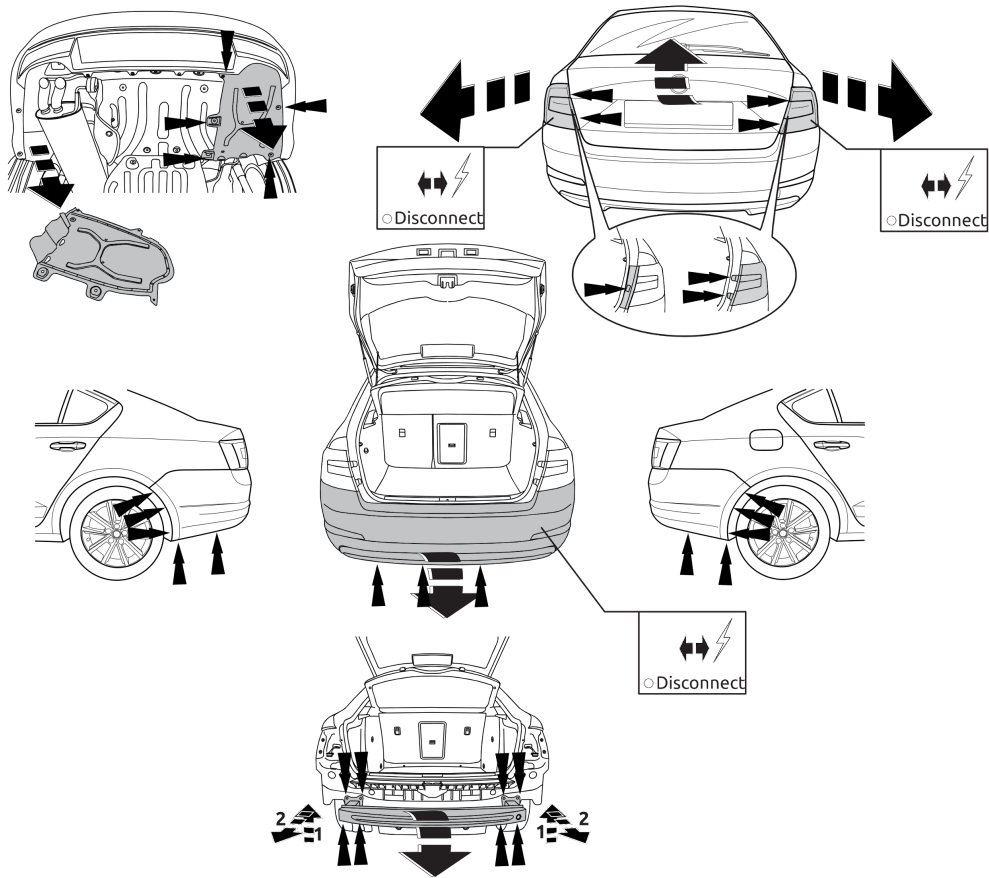

Fig. 1
2. Снять пластмассовые защитные колпаки. Снять бампер вместе со буферным брусом автомобиля. Буферный брус больше не понадобится. Поставить болты на место. См. рисунок 1.